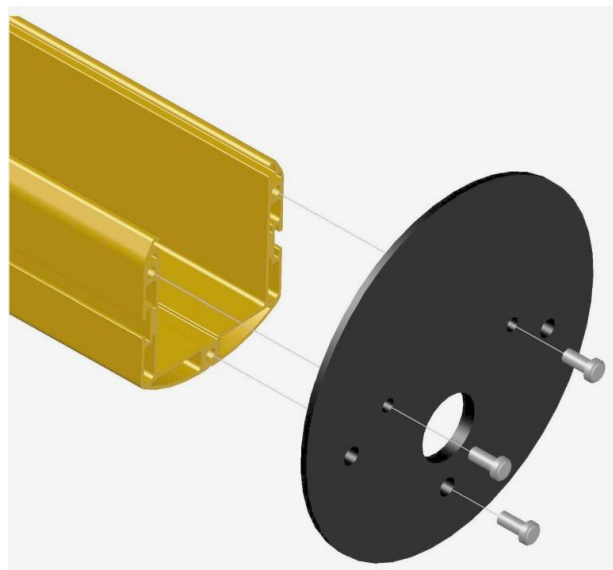

Fig. 1
- **Fissare la piastra base come indicato in fig.1, tramite le apposite viti T.B.E.I. M6x16 a bottone fornite in dotazione.**
Fasten the base plate as shown in Figure 1, using the provided screws, T.B.E.I. M6x16.